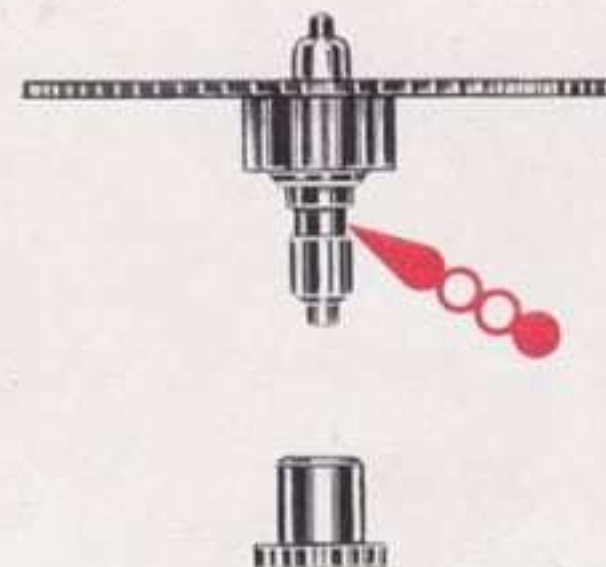

Fig. 9
- Pour le huilage, mettre une goutte d'huile Cuyper's No 3 sur le tigeon de la grande moyenne avant d'introduire la chaussée, voir la fig. 9. Les pivotements sont traités avec la même huile.